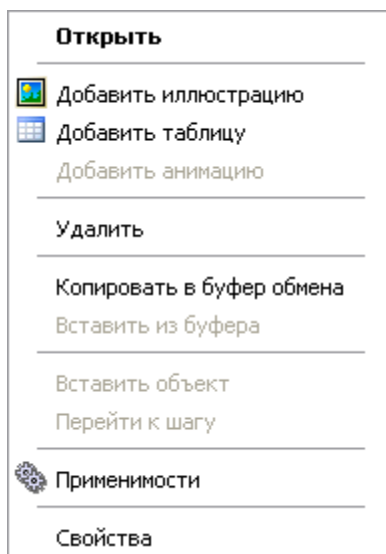

Рис. 7.63
1. На вкладке **Объекты** щелкните правой кнопкой мыши по названию объекта «Анимация». При этом появится контекстное меню (Рис. 7.63).